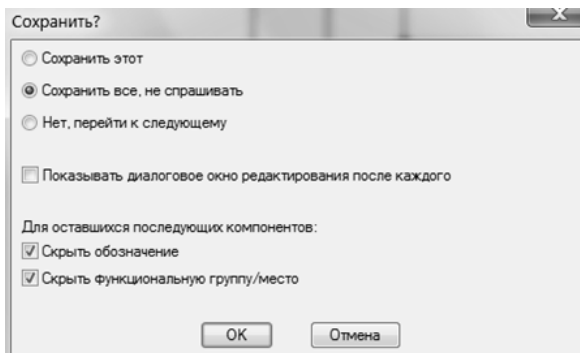

Рисунок 3.7 - Параметры при збереженні клем
32. У вікні **Сохранить?** виберіть параметри, які представлені на рис. 3.7 і натисніть кнопку **ОК**.